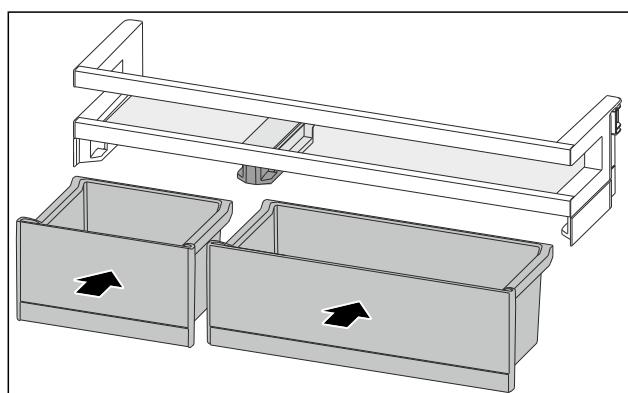

Fig. 86
- Umetnute kutije VarioBox izmijenjenim redoslijedom. (pogledajte Fig. 86)